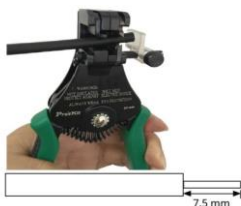

FIG. 7-14 Pele la capa aislante del cable
- 1) Pele el aislamiento del cable a unos 7,5 mm con la herramienta pelacables. Tenga en cuenta que no dañe los conductores cuando realice el pelado, según FIG. 7-14.